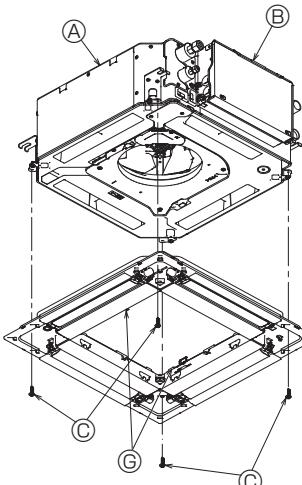

Fig. 5-7
- Skruva fast gallret med de fyra skruvorna. (Fig. 5-7)